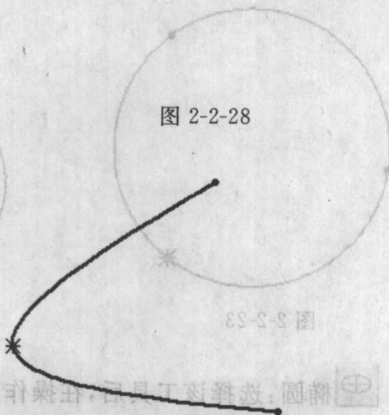

图 2-2-30
(14)  局部删除: 此工具隐藏在橡皮工具中; 用来删除两点间的线段。选取该工具, 点取线段上两点间的部分, 使此部分线段变红, 按左键即可删除。此工具也可删除整段线, 可对曲线、直线、折线操作(图 2-2-30 和图 2-2-31)。